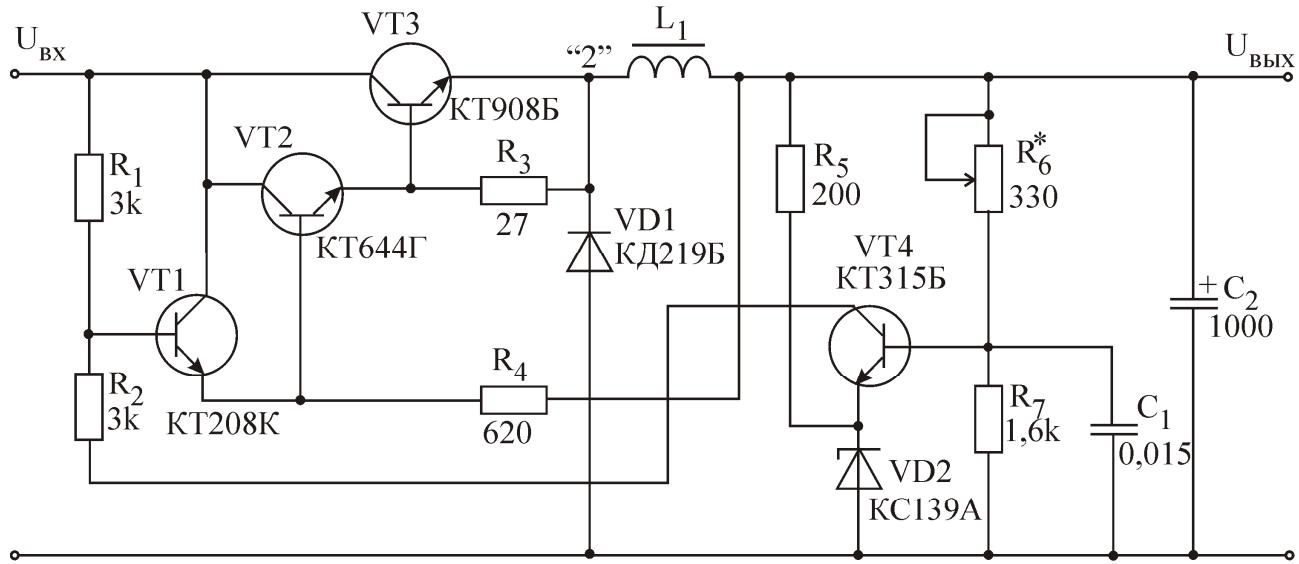

Рис. 4.5. Импульсный стабилизатор напряжения
Транзисторы регулирующего элемента работают в ключевом режиме, за счет чего КПД достигает 0,92 - 0,98. Исследуемая в лабораторной работе схема ключевого стабилизатора приведена на рис. 4.5.
3.4. Изобразите в отчете схему ключевого стабилизатора (рис. 4.5) и логическую диаграмму его работы. Рассчитайте значение резистора R_6 , при котором на выходе стабилизатора установится напряжение $U_{вых} = 5 \text{ В}$.